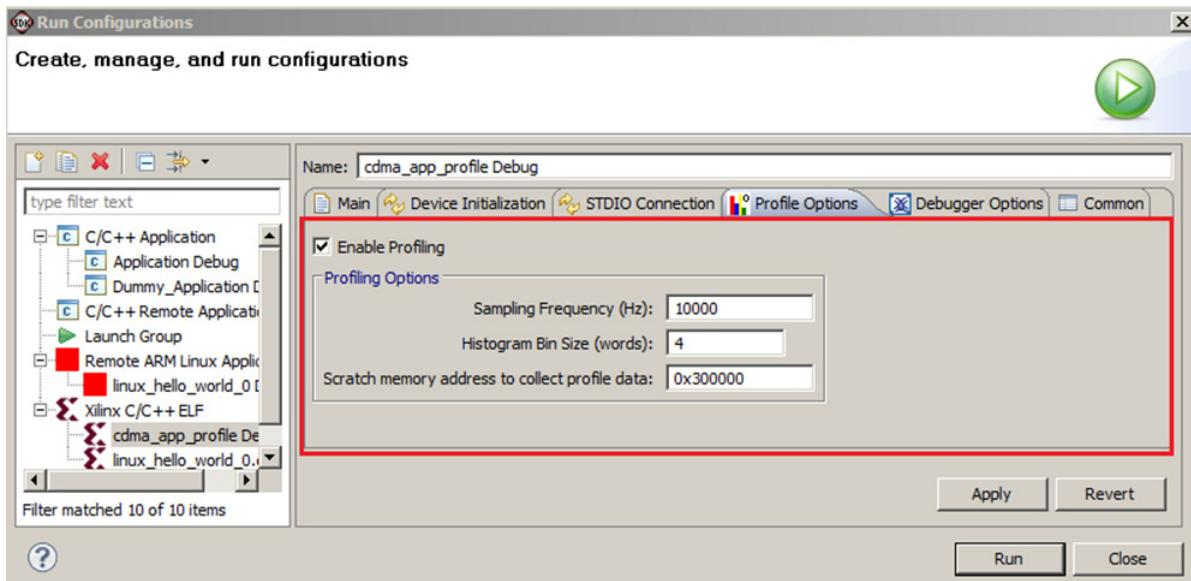

図 7-3: プロファイリングを有効にする
- [Profile Options] タブをクリックし、68 ページの図 7-3 のようにパラメーターを設定します。